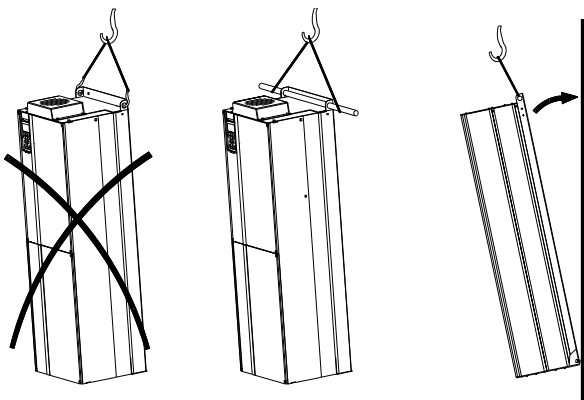

Fig. 1 Anbefalet løftemetode
1. Markér monteringshullerne på gulvet. Se fig. 1.